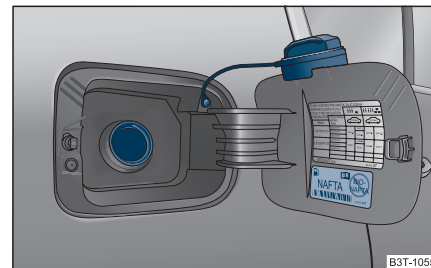

Fig. 199 Clapeta rezervorului cu capacul deschis.
Există mai multe tipuri de benzină. Citiți manualul ⇒ pagina 263, „Date tehnice”, pentru a afla ce tipuri de benzină se potrivesc autovehiculului dumneavoastră. Aceleași informații le veți găsi și pe partea interioară a capacului rezervorului de benzină ⇒ pagina 217, fig. 199.
- Deșurubați capacul spre stânga și așezați-l pe clapetă, în partea de sus ⇒ fig. 199. ▶